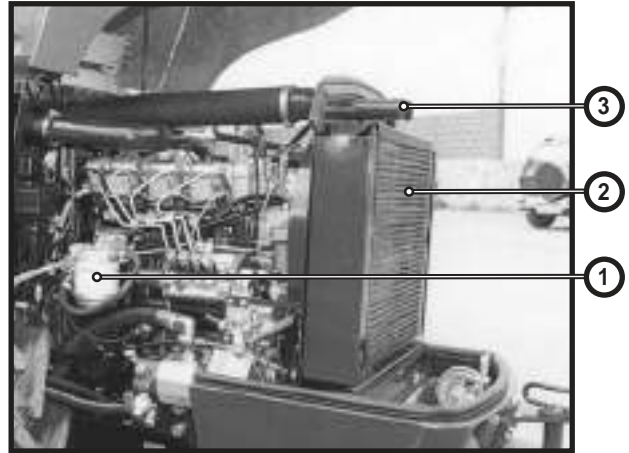

Fig. 49
2. **Filtro de combustible** (1) Fig. 49. Para su mantenimiento y sustitución, seguir las indicaciones del manual del motor.
6. **Radiador y boca de aspiración Fig. 49**
Controlar periódicamente el nivel, para ello soltar el tapon T. (Fig. 49), el aceite debe llegar hasta el borde inferior del agujero.